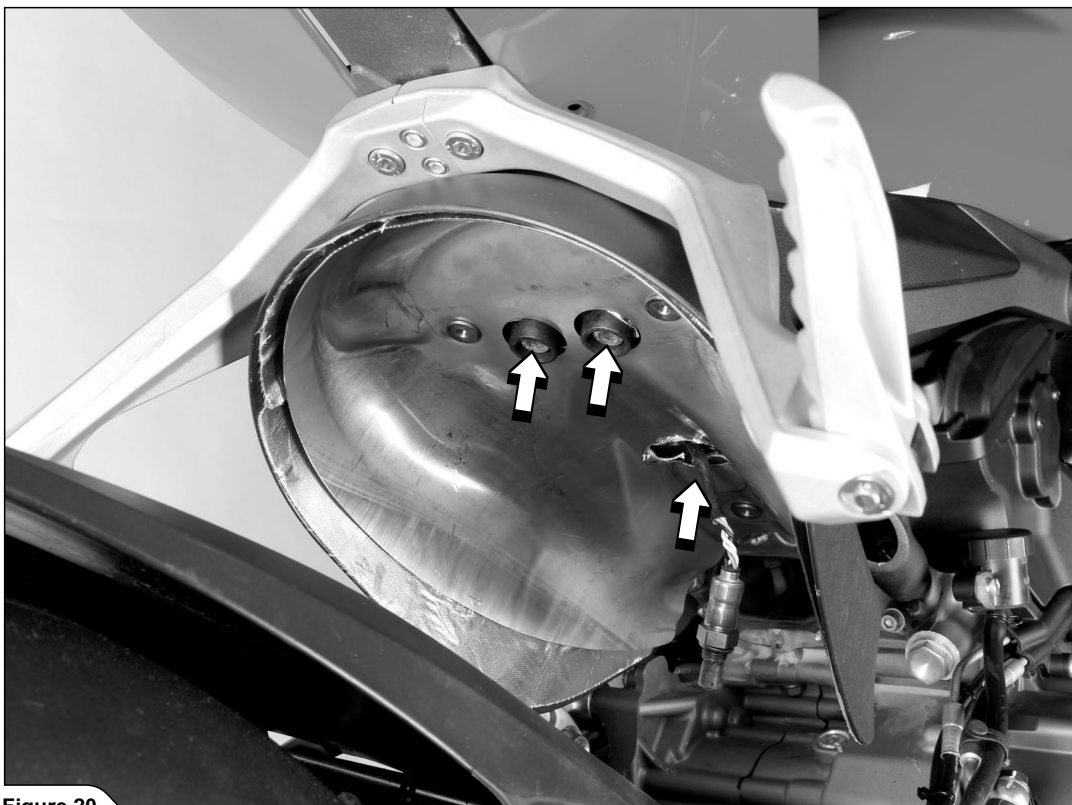

Figure 20
16. Desserrer les boulons indiqués et déposer le pare-chaud (Figure 20). Seulement pour utilisation sans repose-pieds passager : dévisser les repose-pieds passager du motorcycle.
16. Die angegebenen Schrauben lösen und den Wärmeschutz entfernen (Figure 20). Nur bei Einsatz ohne Beifahrerfußrasten: die Beifahrerfußrasten nach Lösen der Schrauben vom Motorrad abnehmen.